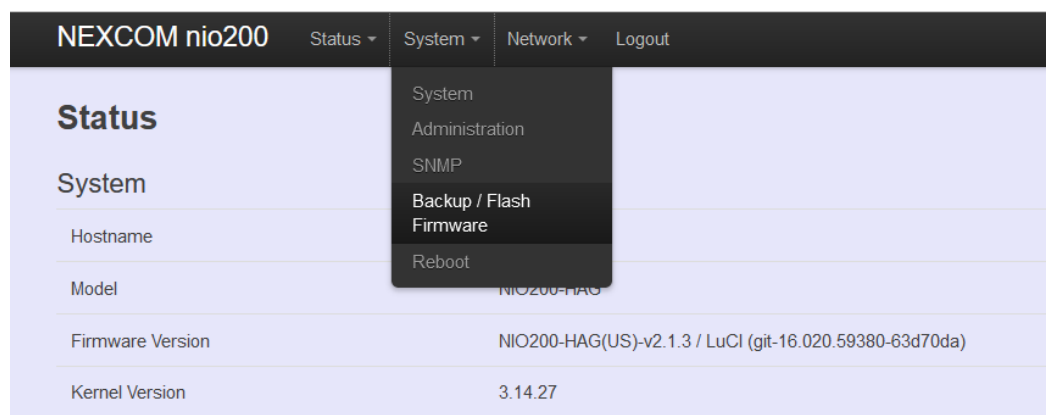

Figura 16.1 – Menu LuCi
Passo 2. Vá para página Sistema -> Backup/Flash Firmware (**System -> Backup/Flash Firmware**). Veja a Figura 16.1.